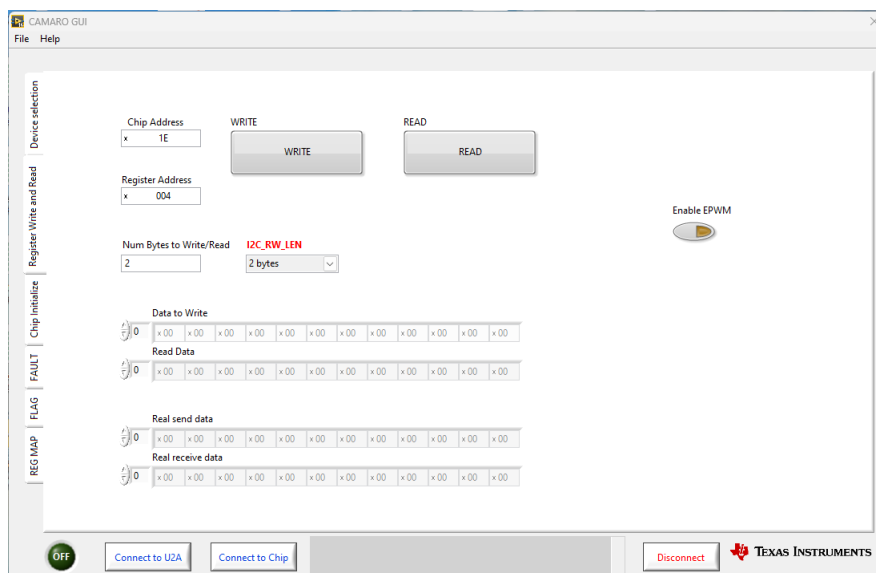

图 2-3. LP8870Q1EVM GUI “Register” 页面
1. 成功连接硬件后，运行 GUI 软件。打开 12V 外部电源。选择“Register Write and Read Page”页面，如图 2-3 所示。